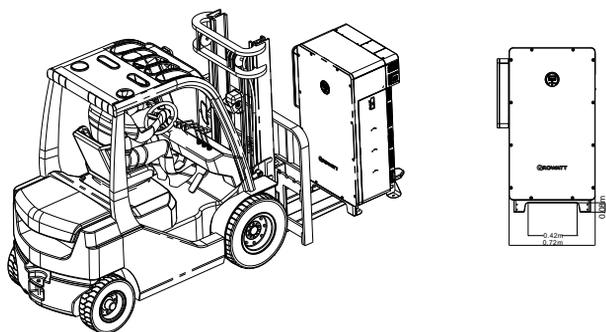

图 5.7 叉车搬运示意图
- 2> 如图 5.7 所示，使用叉车在箭头位置进行插装后进行搬运（双叉壁间距小于0.42M）；